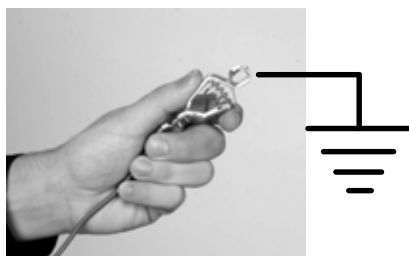

Bild 3-15 Systemets jordanslutning
**Mobila system:** Se bild 3-15. Anslut jordledaren som kopplats till styrenhetens jordtag till verklig jord.